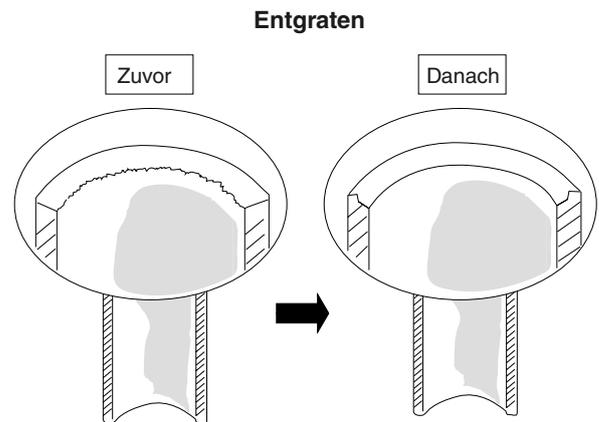

Abb. 7-1
- (1) Die Kupferleitung mit einem Rohrschneidewerkzeug auf die erforderliche Länge zuschneiden. Es wird empfohlen, dabei zur geschätzten Länge ungefähr 30 bis 50 cm hinzuzufügen.
- (2) Das Ende der Kupferleitung nun mit einer Reibahle oder Feile entgraten. Dies ist sehr wichtig und muss sorgfältig durchgeführt werden, um eine korrekte Ausweitung zu erhalten. (Abb. 7-1)